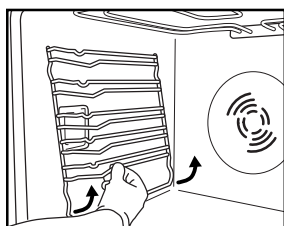

Bild 3
1. Avlägsna tillbehörens guideskenor (Bild 3).
2. Avlägsna tillbehörens guideskenor, om sådana finns (Bild 3).